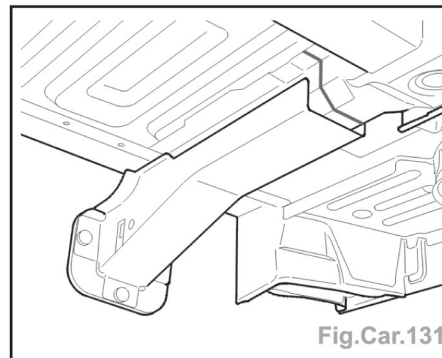

Fig.Car.131
- Tracer la coupe définitive, déposer le longeronnet assemblé coupe AR, retoucher la coupe, poser et ajuster le longeronnet assemblé coupe AR (Fig.Car.131).